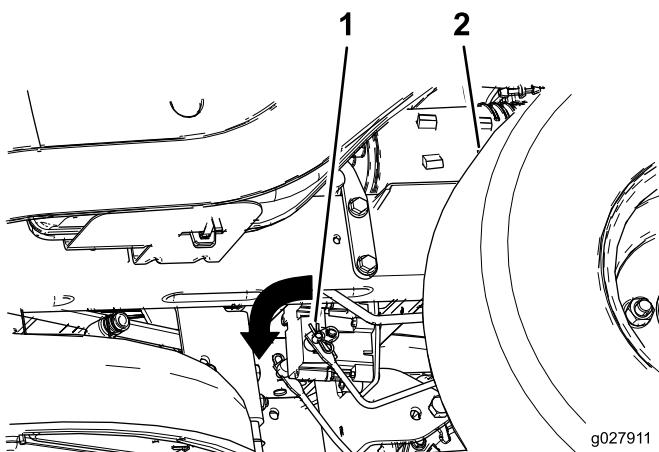

Figura 51
2. Individuate l'albero sul freno elettrico in cui sono collegati i bracci di attacco del freno (Figura 51).